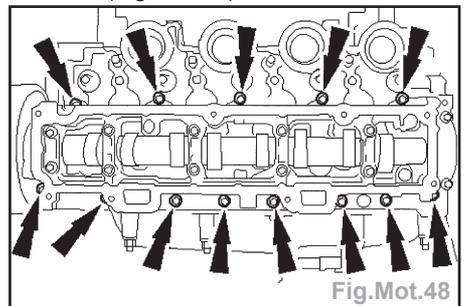

Fig.Mot.48
- Déposer l'ensemble carter d'arbre à cames (Fig.Mot.48).